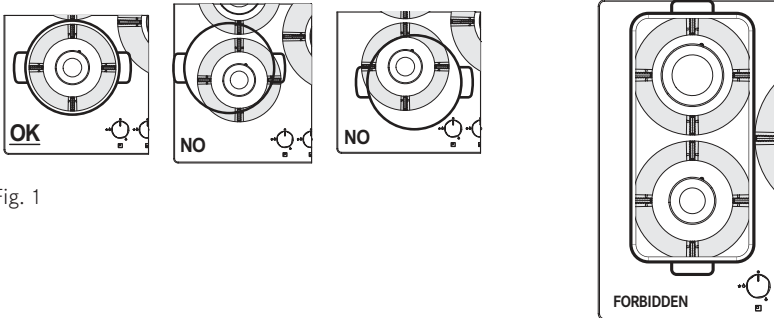

Fig. 1
Franke declina toda responsabilidad por los daños que resulten de tal uso. (Fig. 1).
- ▷ No coloque el mismo recipiente sobre dos quemadores. (Fig. 1).
- ▷ No utilice dos quemadores encendidos simultáneamente para calentar un mismo recipiente, como una gran cacerola o sartén para pescado. (Fig. 1).